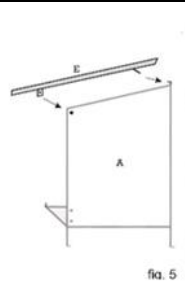

fig. 5
- Poser le toit E sur la façade F, puis le fixer avec 2 vis aux parois latérales (fig. 5)